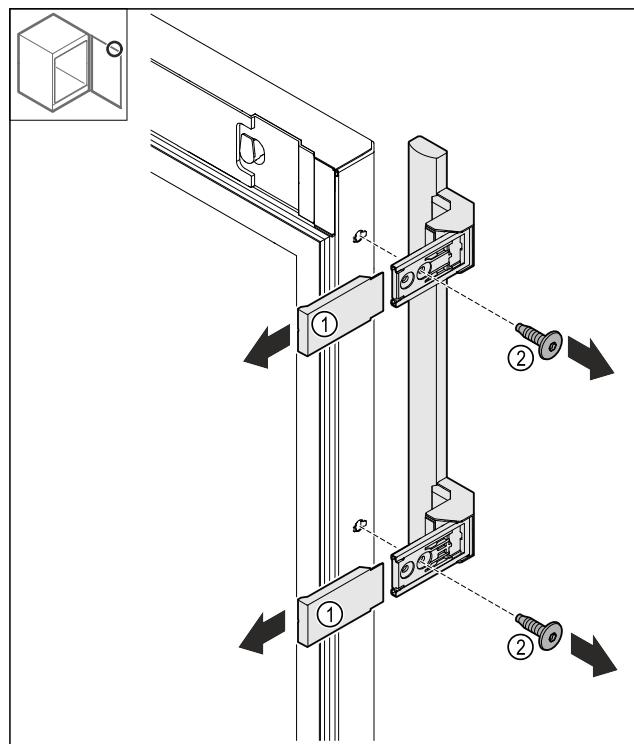

Fig. 26
► Зніміть накладки *Fig. 26 (1)*.
► Викрутіть гвинти *Fig. 26 (2)*.